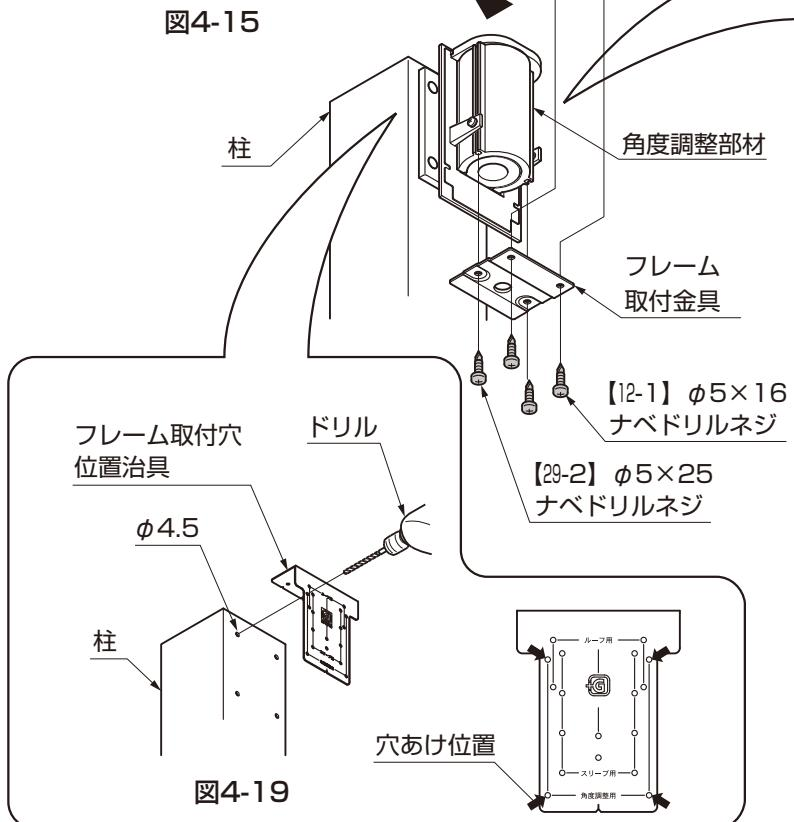

図4-19
- ①フレーム取付穴位置治具を柱にあて、ケガキ、ドリルで $\phi 4.5$ の穴をあけてください。(図4-19参照)